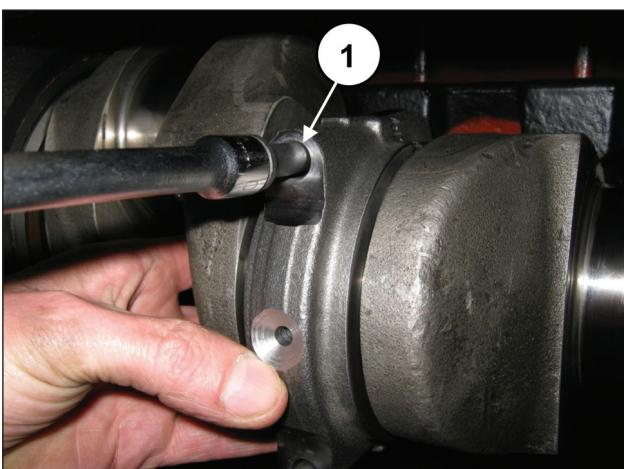

Рис. 70
Прикрепите головки к половинкам шатунов винтами M10x1,5x80 (поз. ①, Рис. 70).